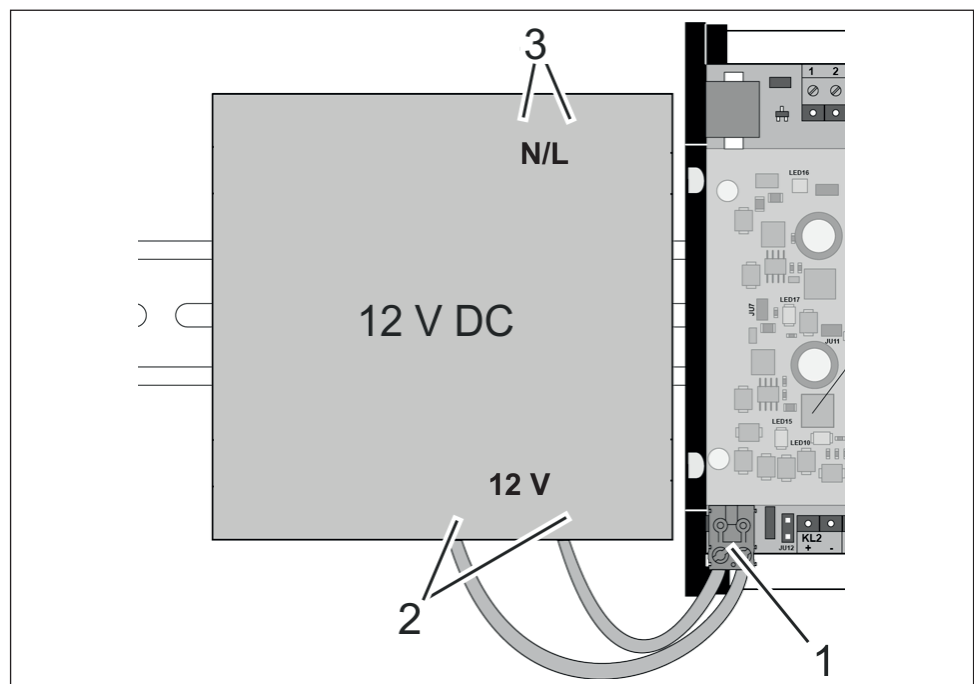

Fig. 11: Connexion entre le bloc d'alimentation (à titre d'exemple) et le système de contrôle
4. Relier l'attache 1 du système de contrôle (Fig. 11/1) à la sortie de tension 12 V du bloc d'alimentation (Fig. 11/2).
5. Brancher l'entrée de tension secteur du bloc d'alimentation (Fig. 11/3) à l'alimentation électrique sur site.